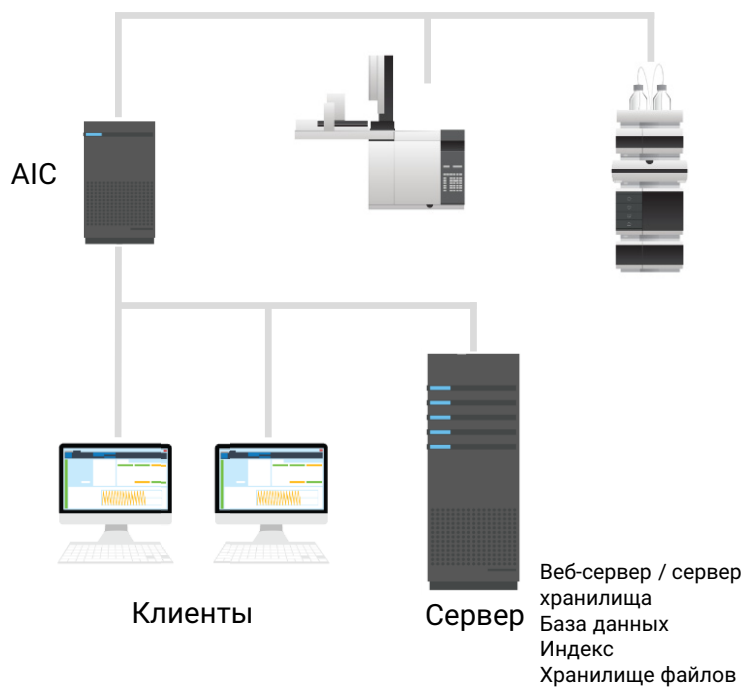

Рисунок 2 Топология «все в одном»: клиенты и АИС связываются с одним сервером
- ✓ Односерверная система типа «все в одном» (см. Рис. 2 на странице 11).